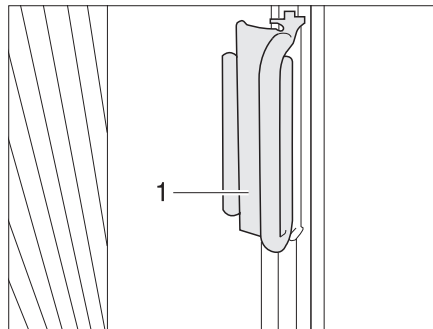

Fig. 67 Dispositifs occultants plissés pour les fenêtres côté conducteur et passager
- Saisir les dispositifs occultants plissés par la poignée (Fig. 67,1) et les tirer prudemment vers l'avant pour les fermer, jusqu'à ce que la fermeture magnétique maintienne fermé le dispositif occultant plissé.
- Faire glisser la poignée (Fig. 67,2) sur le module rapporté. Le dispositif occultant plissé est bloqué.